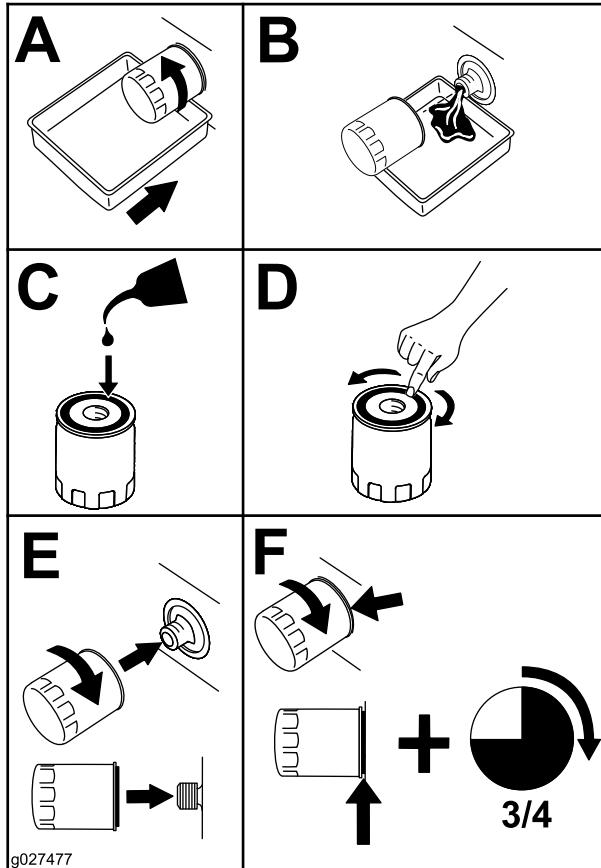

Figura 68
- Sustituya el filtro de aceite del motor (Figura 68).